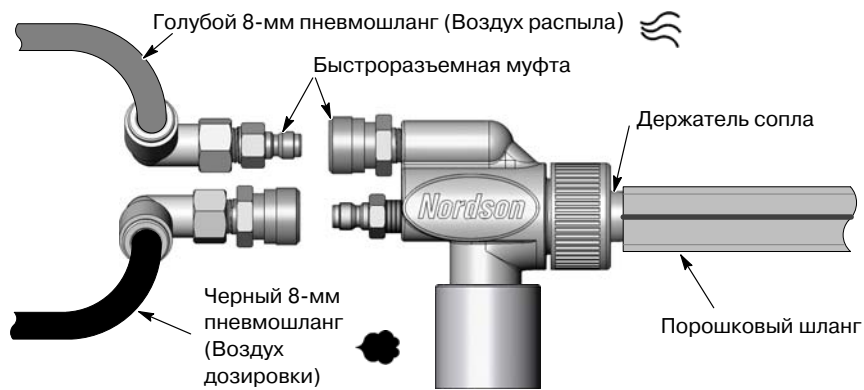

Рис. 2-8 Монтаж насоса
1. Подсоединить голубой пневмошланг псевдооживления и черный пневмошланг дозирования к фитингам насоса, как показано на рис. 2-8.